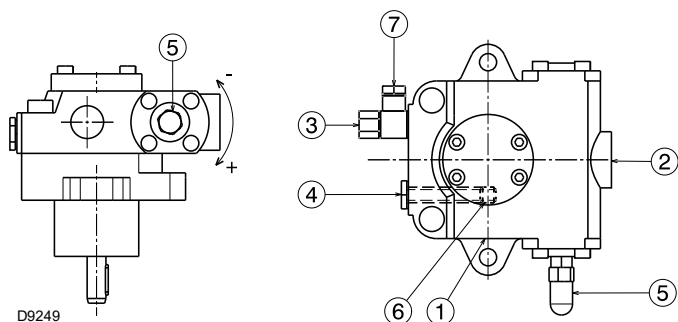

Рис. 24
Они устанавливаются на горелку с закрытым байпасом с помощью винта 6) (Рис. 24).
- Для автоматического запуска насоса (Рис. 24) необходимо отвернуть винт 4) насоса, чтобы выпустить воздух, содержащийся во всасывающем трубопроводе.
Обозначения (Рис. 24)
Вышеуказанная операция возможна, так как насос поступает с завода заполненным топливом. Если насос был опорожнен, перед запуском заполните его топливом через колпачок вакуумметра 4) (Рис. 24), в противном случае он будет заедать.